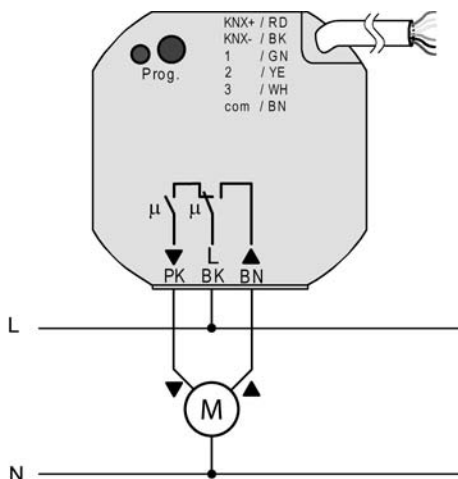

Bild 4: Anschluss der Netzspannung und der Last
- (4) Gerätedose (z. B. Elektronik-Dose)
- (5) Trennwand
- (6) Serienschalter
- (7) potentialfreier Kontakt, z. B. Fensterkontakt
- Netzspannung und Jalousieantrieb mit Hilfe der beiliegenden Federsteckklemmen anschließen (Bild 4).